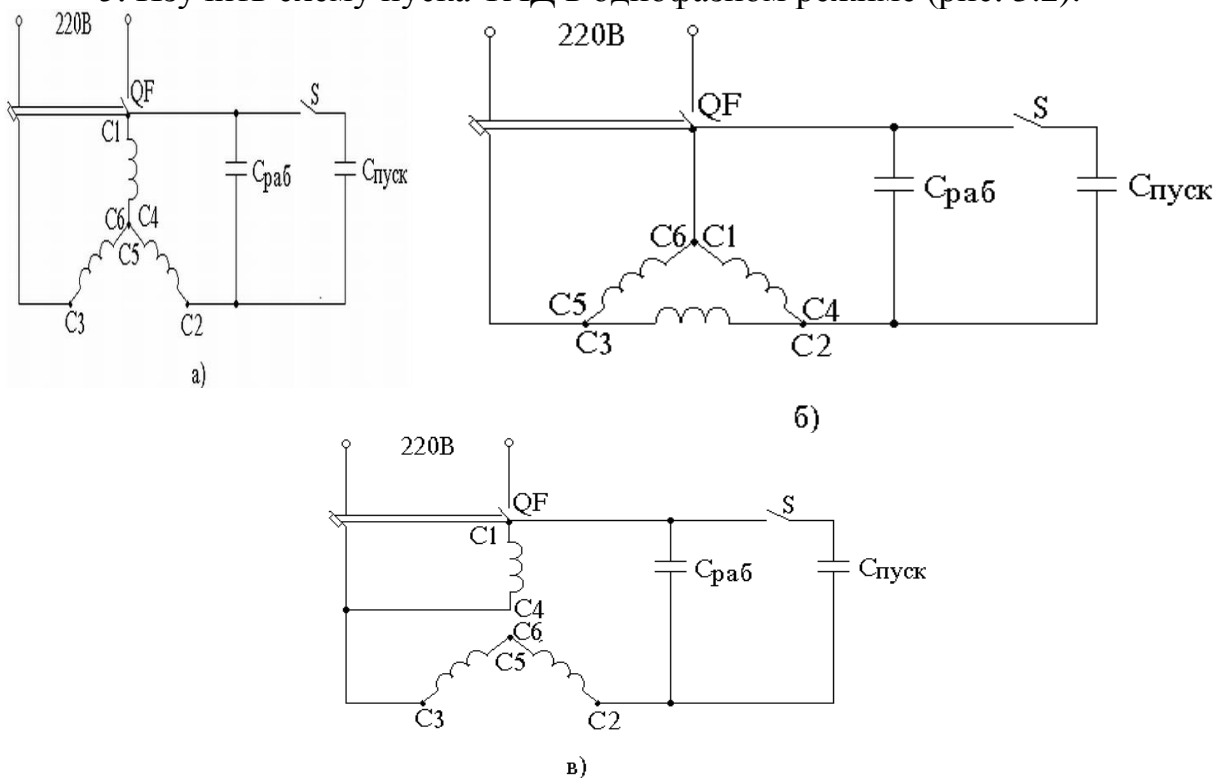

Рисунок 3.2 – Схема пуска ТАД в однофазном режиме
5. Изучить схему пуска ТАД в однофазном режиме (рис. 3.2).